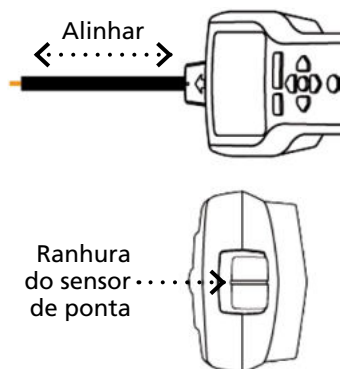

Figura 3.1h: Alinhar o Sensor de Ponta com o cabo
5. Posicionamento do recetor: Para obter melhores resultados, alinhe a ranhura do sensor de ponta com a direção do cabo. O sinal poderá ser perdido se o alinhamento não for correto (Figura 3.1h).